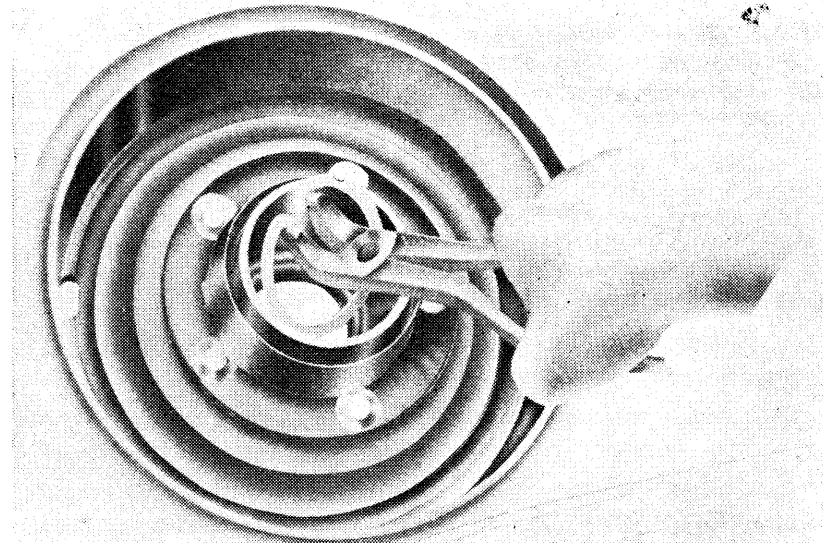

Abb. 76. Abbau der Sprengringe mit Hilfe der Zange P 34.
— Die Sprengringe der Wälzlager (22) werden in die Aussparungen der Radnabe der Bremsstrommel mit Hilfe der Vorrichtung P 34 (Abb. 76) eingebaut.